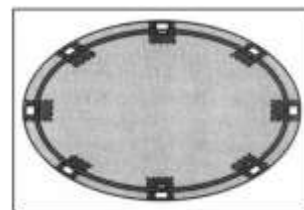

fig. 7
b) Coloque temporalmente las guías inferiores curvadas azul (PCA) y las placas base (T1) alrededor del círculo, fig.7. Cada placa base indicará el lugar de colocación de las baldosas. Hacer una marca en el suelo, al lado de cada una de las placas.